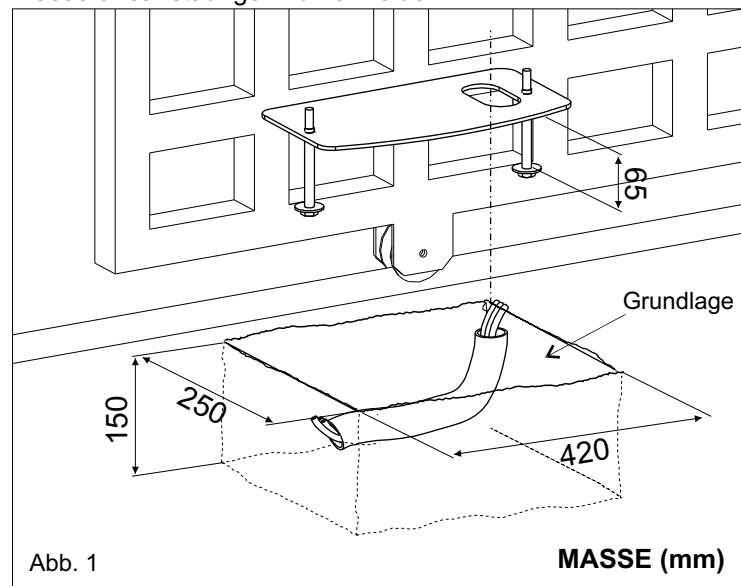

Abb. 1
2.1. Ein Fundament aus Zement gemäß den in Abbildung 1 vorgegebenen Maßen herstellen, auf dem die Grundplatte und die Verankerungsbolzen einzementiert werden.